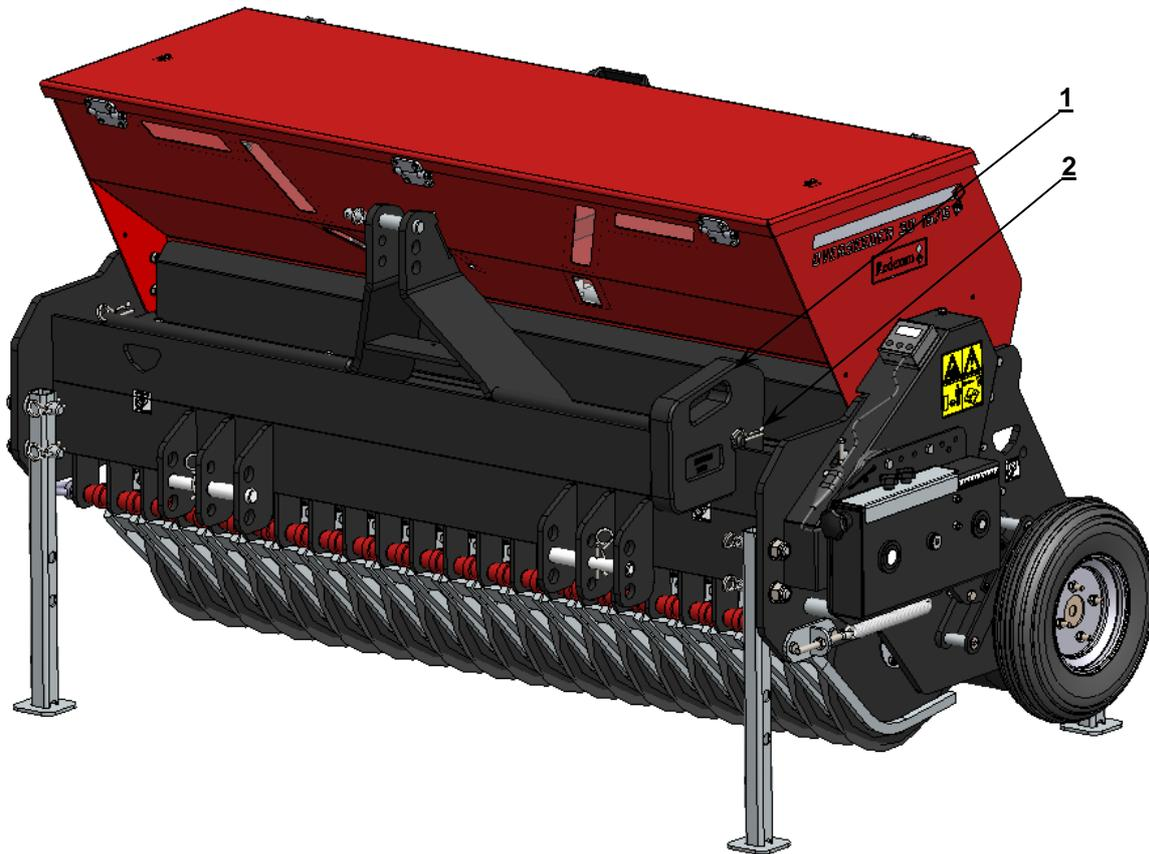

Figure 9
L'Overseeder 3D est équipé en standard d'une poutre avant sur laquelle des poids (1) peuvent être fixés. (voir **figure 9**)